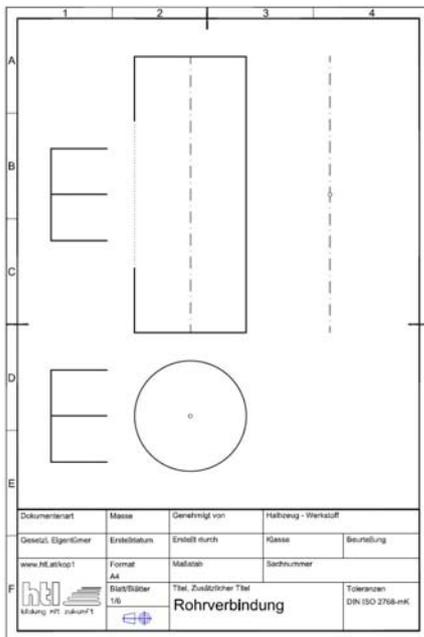
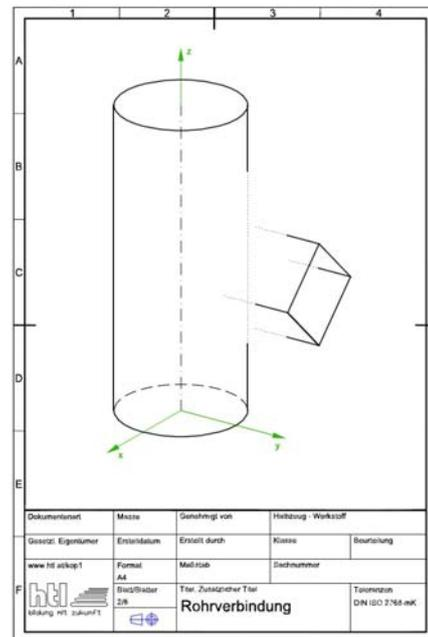

Abb. 1
Abb. 2
1.) Zwei Rohre sind in Grund- und Aufriss (Abb. 1) bzw. in Axonometrie gegeben (Abb. 2).